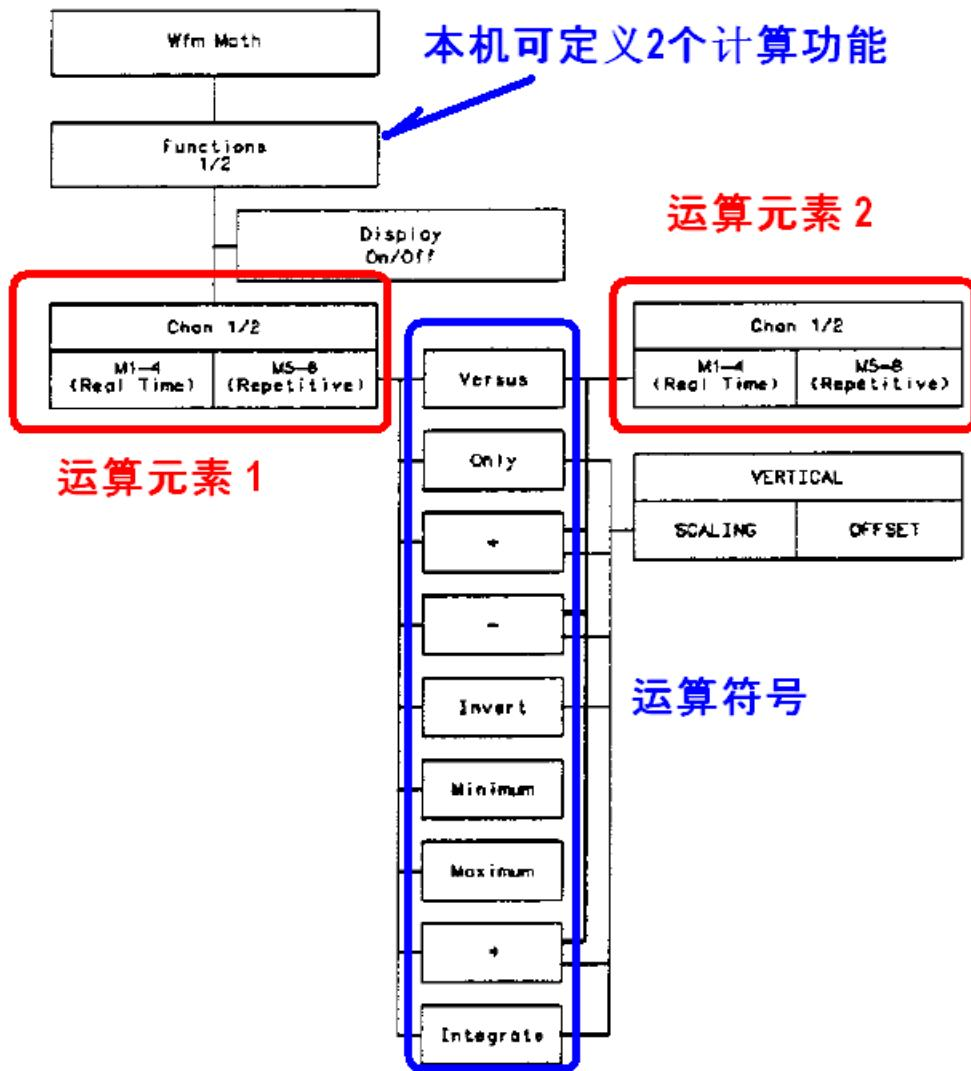

图 26. Wfm Math 曲线运算菜单
2) 本机可定义 2 个计算功能. 因此第一步要选择功能 1 或者功能 2. (Function 1 或 Function 2) (图 26)
3) 定义本功能 的运算元素 1, 运算元素 2 和运算符号 (图 26)
4) 别忘了选择 **Display On** (图 26), 让运算的结果曲线显示出来.